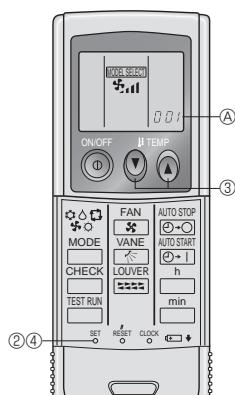

Fig. 6-3
2) Programmation (Fig. 6-3)
- ① Introduire les piles.
- ② Appuyer sur le bouton SET à l'aide d'un objet pointu.